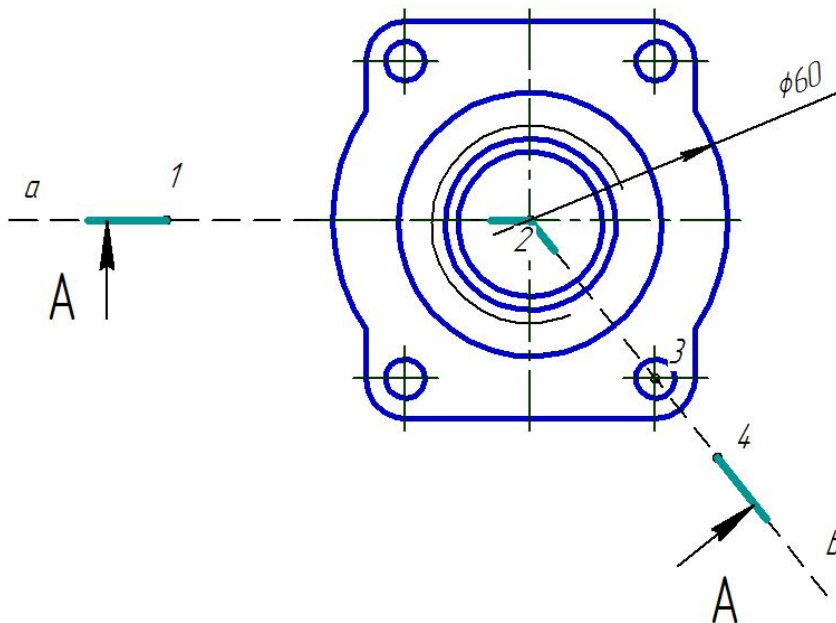

Рис. 2.44. Простановка диаметральных размеров
2. Проставьте диаметральные размеры на «Виде сверху» (рис. 2.44):
- Задайте положение размерной надписи как показано на рис. 2.44.
1. Обозначьте ломаный разрез «А-А» (рис. 2.44).
- Перемещая курсор с фантомом стрелок разреза, добейтесь того, чтобы они были направлены так, как показано на рис. 2.44. Щелчком ЛКМ зафиксируйте их.